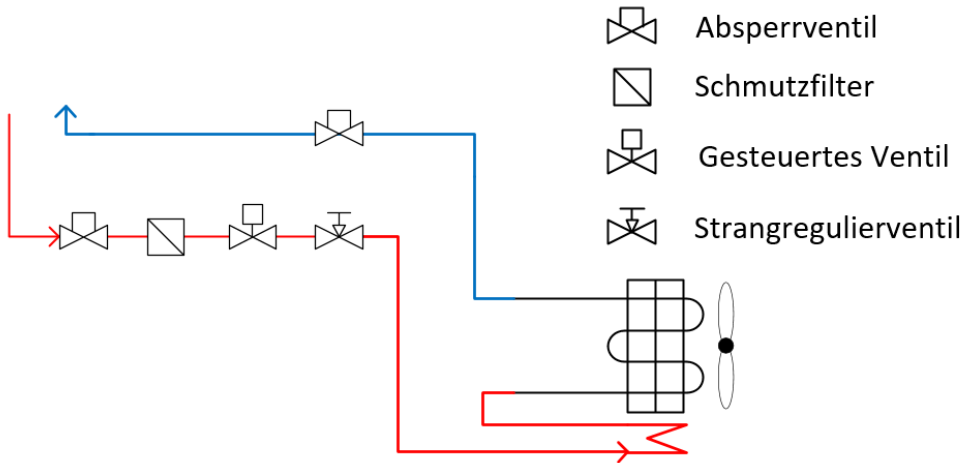

Abbildung 5: Reihenschaltung Glykolabtauung
- Eintritt Glykol in Wanne; Austritt Block (Abbildung 5)
Fall 1: Reihenschaltung (Abbildung 5): Eintrittslufttemperatur $> -10\text{ °C}$